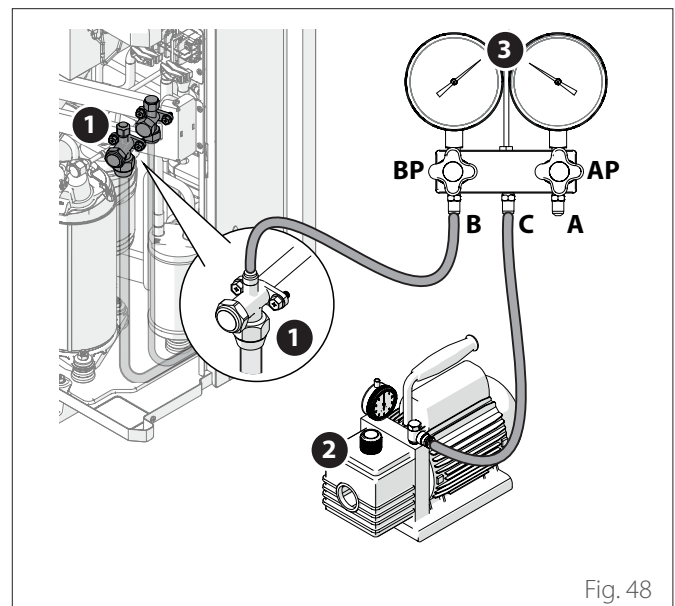

Fig. 48
- Conectați conductele conform indicațiilor din figura „Fig. 48”.
- Deschideți ușor timp de câteva secunde supapa de oprire **(1)** și închideți-o („Fig. 48”).